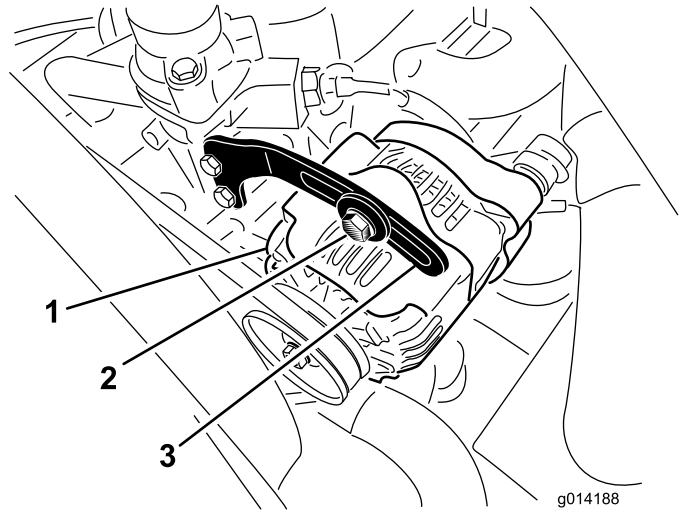

Bild 49
2. Prüfen Sie die Spannung des Treibriemens, indem Sie eine Kraft von 10 kg in der Mitte zwischen der Lichtmaschine und der Kurbelwellenscheibe ansetzen (Bild 49).
3. Lockern Sie die Schraube, mit der der Bügel an der Lichtmaschine befestigt ist, und den Gelenkbolzen der Lichtmaschine (Bild 49).